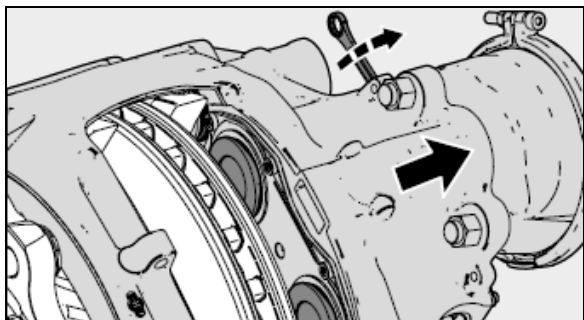

Figure 40: Rentrer complètement les poussoirs et pousser l'étrier vers le centre du véhicule
4. Rentrer complètement les ensembles poussoirs (13) à l'aide d'une clé polygonale et de l'adaptateur (61) (voir Figure 40).